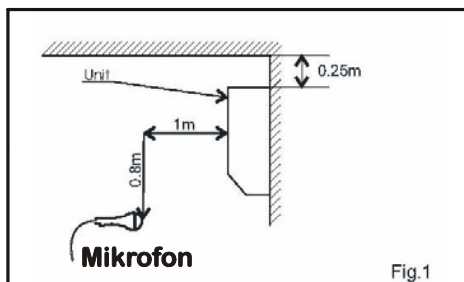

Abbildung 1: Wandmontage
6.2 Schalldruckpegelspektrum (gemessen wie in Abbildung 1)